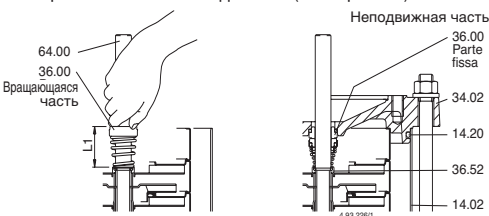

Рис. 5 Установка механического уплотнения
- 7. снять верхнюю крышку (34.02) с вала (64.00) и наружного кожуха (14.02) – или вместе с наружным кожухом извлечь из корпуса насоса (14.00) – используя молоток или рычаг и выполняя извлекающие движения поочередно в диаметрально противоположных точках (рис. 5с).
Насадите вращающуюся часть на вал (64.00) до упорного кольца (36.52), оставляя пружину в разжатом состоянии. Проверьте длину до и после насадки и поднимите вращающееся кольцо до начальной длины (L1 на рис. 5). Таким образом обеспечивается правильное сжатие пружины при установке неподвижной части и после закрепления вала в соединении (L2 на рис. 6b).